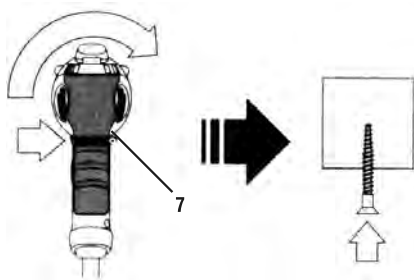

fig.4- sentido de rotación para la derecha
Para invertir el sentido de rotación del atornillador eléctrico primero es necesario que el mismo esté con el motor completamente parado, en el caso contrario podrán ocurrir daños en la herramienta y estos no estarán cubiertos por la garantía de la misma. Rotación en el sentido horario (atornillar) mueva el botón sentido de rotación (7) para la derecha, conforme muestra la fig. 4.